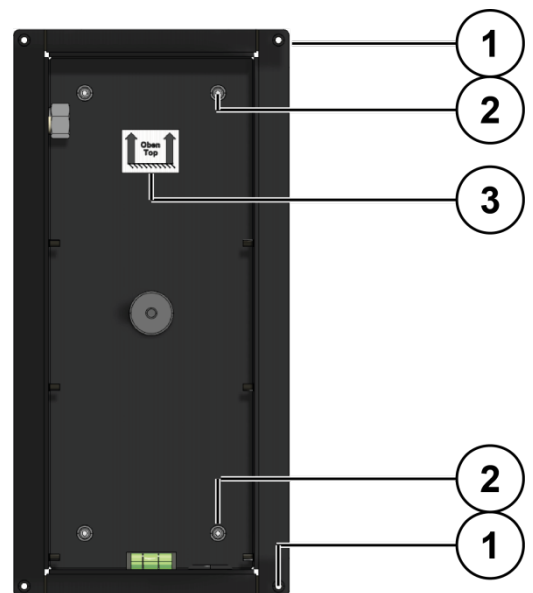

Abb. 2: Befestigungsbohrungen
- ▶ Zeichnen Sie mit Hilfe des Unterputzkastens die Bohrlöcher an (Abb. 2). Zur Befestigung des Unterputzkastens können Sie die äußeren Bohrungen **(1)** oder die inneren Bohrungen je nach Montageart verwenden **(2)**.